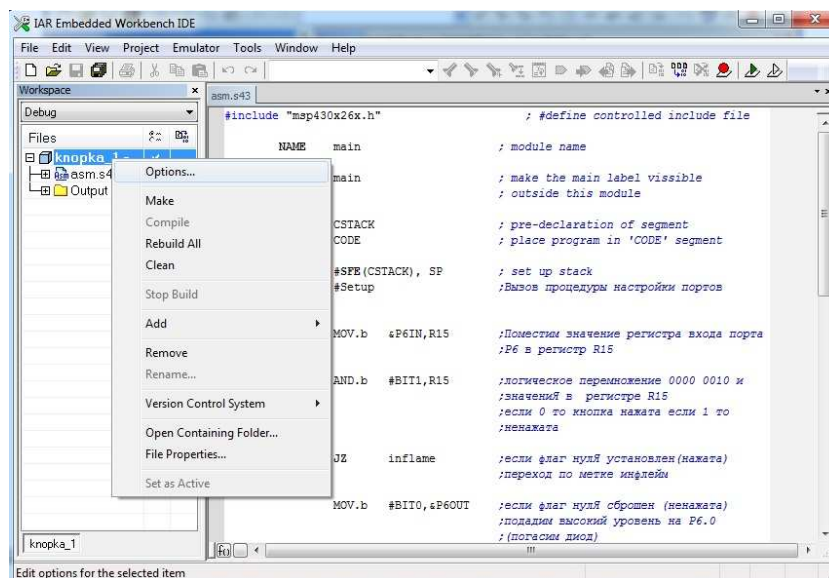

Рис. 4. Открытие опций проекта
2.1. В левом верхнем окне, отображающем иерархию проекта, наведите курсор на самый верхний файл кнопка_1-Debug, и нажмите правую клавишу мыши. В появившемся всплывающем списке выберите пункт Options (рис. 4).